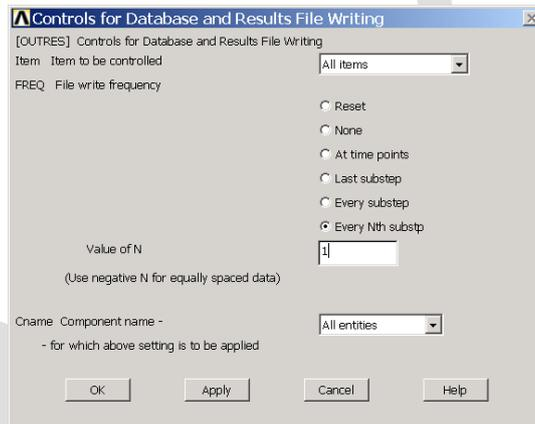

图10.35 控制输出
(6) 单击 Main Menu>Solution>Define Loads>Apply>Structural>Displacement>On Nodes 菜单, 弹出图形拾取对话框, 选择节点 1 并单击【Apply】按钮, 弹出【Apply U,ROT on Nodes】对话框, 选中【UY】, 然后单击【Apply】按钮。
(7) 接着选择节点 3, 然后单击【OK】按钮, 弹出【Apply U,ROT on Nodes】对话框, 选中【UX】和【UY】, 然后单击【OK】按钮。
(8) 单击 Main Menu>Solution>Define Loads>Apply>Structural>Force/Moment>On Nodes 菜单, 弹出图形拾取对话框, 在图形视窗中选择节点 2, 单击【OK】按钮, 接着弹出【Apply F/M on Nodes】对话框。在【Direction of force/mom】下拉菜单中选中【FY】, 单击【OK】按钮。
(9) 单击 Main Menu>Solution>Load Step Opts>Output Ctrl>DB/Results File 菜单, 弹出如图 10.35 所示的【Controls for Database and Results File Writing】对话框。选中【Every Nth substp】单选按钮, 然后在【Value of N】文本框中输入【1】, 单击【OK】按钮。